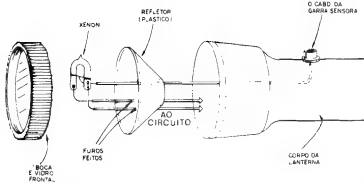
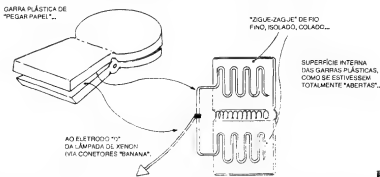

Fig.6
Fig.7
**- FIG. 6 - "AGASALHANDO" O CIRCUITO...** - No diagrama, fica claro como o corpo da lanterna de pilhas solicitado em **OPCIONAIS/DIVERSOS (LISTA DE PEÇAS)** é aproveitado para um elegante e funcional acabamento externo da SP... A placa de Circuito Impresso, estreita e longa, fica no interior da lanterna, ocupando o mesmo lugar originalmente destinado às pilhas da dita cuja... Pedacos de espuma de **nylon** podem perfeitamente servir como "caixos" internos, mantendo firme o Impresso, e contribuindo para a isolamento geral do conjunto... Ainda na parte cilíndrica mais "fina" do corpo da lanterna (pode-se até, para isso, aproveitar o "buraco" original do interruptor normal da lanterna, após a remoção pura e simples desse implemento...) deve ser instalado o conector "banana fêmea", ao qual, internamente, vai ligado o cabo que vem do terminal "D" de disparo da Xenon... Um ponto **importante** aquelas "fitas" metálicas que normalmente encontram-se agregadas ao interruptor original da lanterna **também** devem ser removidas, não só porque desnecessárias, mas também porque podem (em vista das altas Tensões envolvidas...) estabelecer percursos de
**- FIG. 7 - CONSTRUÇÃO DA GARRA SENSORA** - A garra (pegador de papel) plástica indicada em OPCIONAIS/DIVERSOS, e que funcionará como sensora, "agarrada" a um cabo de vela do motor do veículo, deve ser preparada conforme ilustra o diagrama: à parte interna da suas duas "mandíbulas" deve ser colado, com adesivo forte, um pequeno "zigue-zague" de fio fino isolado... Depois de bem fixados, os dois "zigue-zagues" devem ser eletricamente reunidos, e ligados ao cabo longo (cerca de 1,5m) e flexível, terminado, na sua "outra" ponta, por um conector "banana macho" (destinado à junção com a respectiva "fêmea" situada no corpo da lanterna adaptada - ver FIG. 6 e 9...).